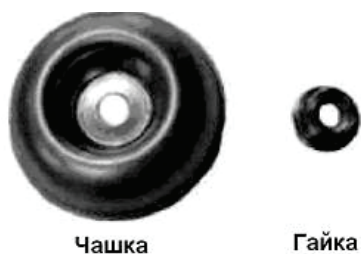

Рисунок 7
- Снимите чашку с вала (рисунок 7), оставив ступицу.
- Снимите чашку с вала, оставив ступицу (рис.7).